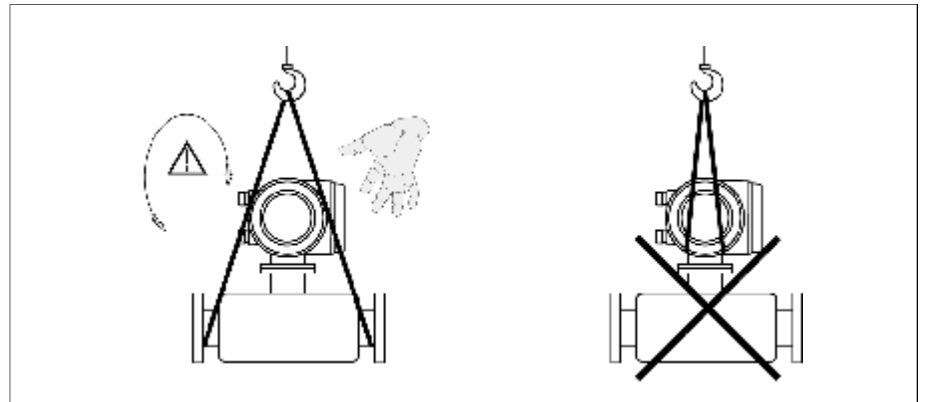

图3: DN40~50口径传感器运输指南
- 吊运公称直径为DN40...50的测量系统时使用网状软绳绕住两端过程连接处,请勿将吊绳绕在变送器外壳处或接线腔外壳,请勿使用链条以免损坏外壳。(图3)
- 水平管道:如视图3安装